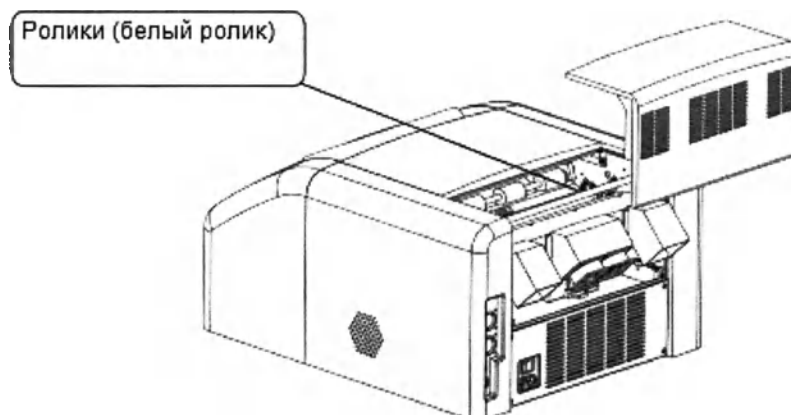

Рисунок 31 – Размещение ролика
- очистить ролики (Рисунок 31).